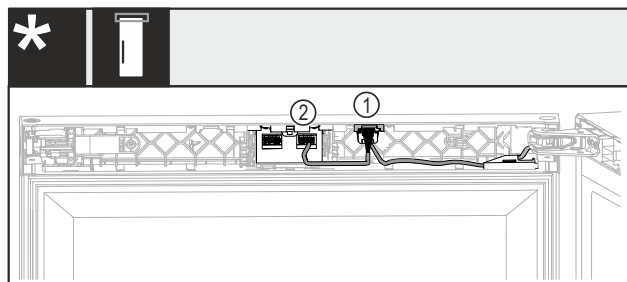

Fig. 46 Sin candado o con candado mecánico*
- Introduzca el conector macho Fig. 46 (1) con ambos cables en la guía.*
- Enganche el conector macho con un cable Fig. 46 (2) en la cavidad derecha.*